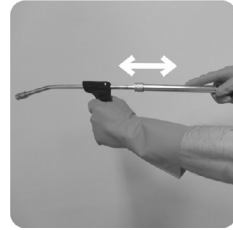

Fig. 22
15. Para pulverizar, movimentar a lança e a haste em sentido vai e vem, conforme fig. 22.